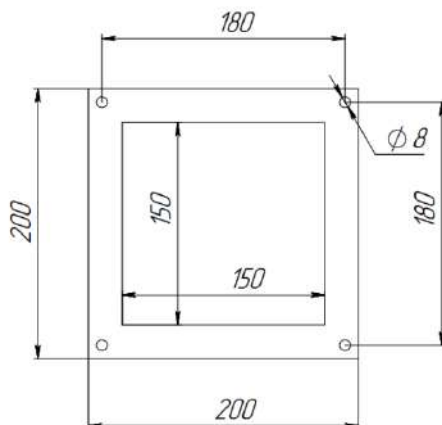

Рис. 1 Фланец
5.4 К изделию вентиляция подсоединяется через фланцы (см. рис.1) и закрепляется 4 болтами и гайками М6х20 (в комплект не входят).